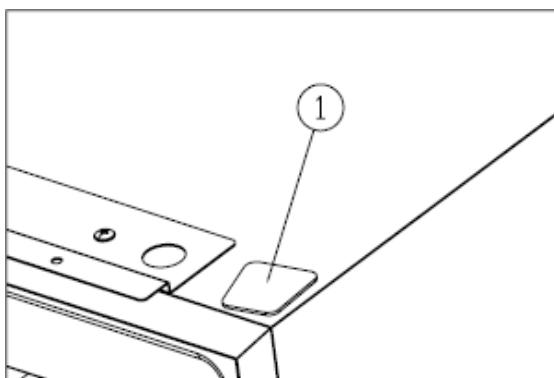

Figura 4
- Instale la cubierta en el otro lado ①. [Figura 4]